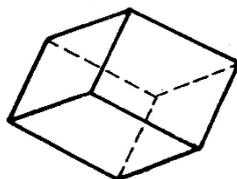

Рисунок 4 - Ромбоэдр
*Ромбоэдр* – простая закрытая форма. Все шесть его граней являются ромбами. Эта форма представляет собой куб вытянутый или сплюснутый вдоль оси  $L_3$ . Все грани ромбоэдра попарно параллельны (рисунок 4).